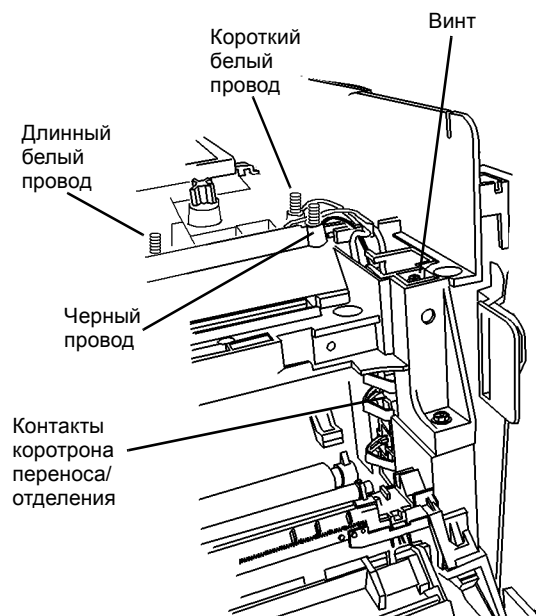

Рисунок 2 Снятие опоры контактов коротрона переноса/отделения
**ПРИМЕЧАНИЕ:** Устанавливая опору контактов коротрона переноса/отделения, не касайтесь контактами каркаса аппарата. Установите пружины в гнезда, как показано (Рисунок 2). Заверните винт.